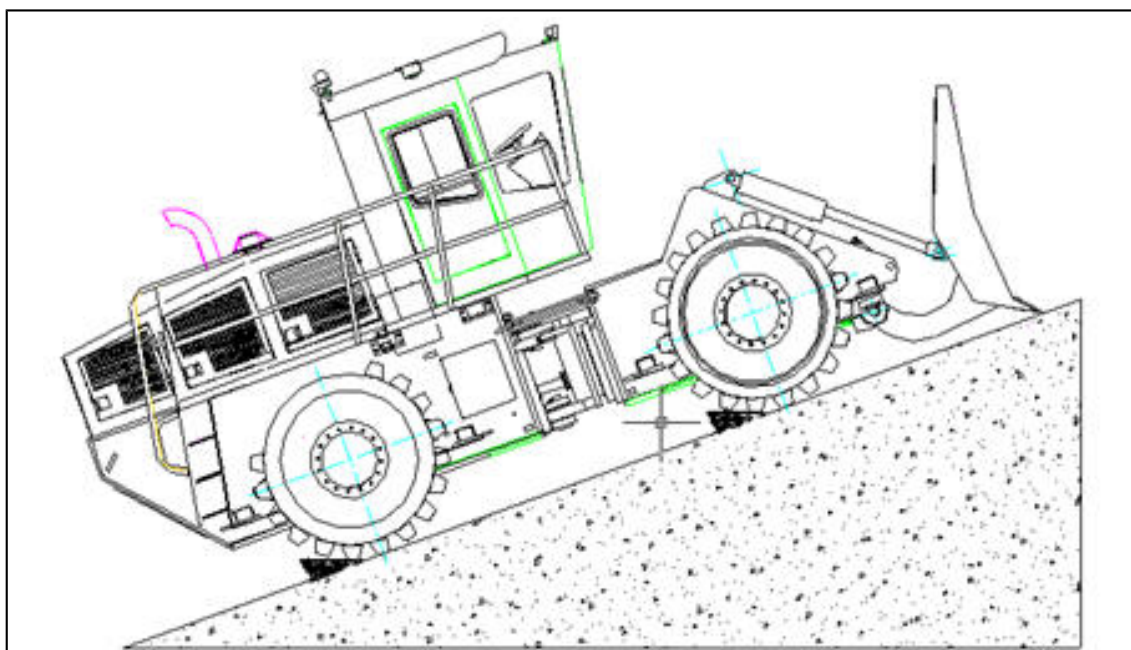

Рисунок 4-5 Закрепление клиньями
- После окончания работы уплотнитель следует припарковать на широкой ровной площадке, а если его необходимо осуществить парковку на уклоне, то передние и задние колеса следует подпереть камнями или деревянными брусками (**Figure 4-5**) , во избежание несчастных случаев.